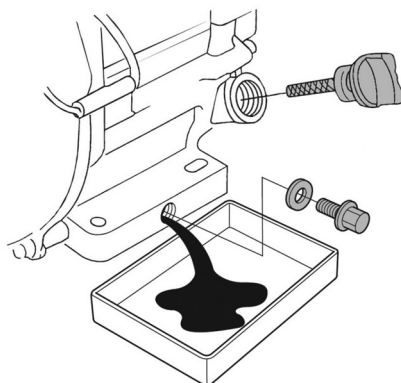

Рис. 19. Замена масла в двигателе
4. Очистите от загрязнений зону вокруг маслозаливной горловины. Извлеките крышку-щуп из маслозаливной горловины (Рис. 19) и протрите щуп чистой ветошью.
5. Открутите пробку для слива масла и слейте отработанное масло в подготовленную для этого емкость (Рис. 19).